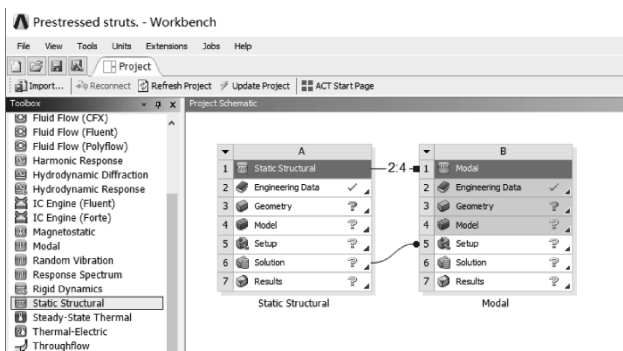

图 4-17 创建预应力模态分析
(1) 在工具箱【Toolbox】的【Analysis Systems】中双击或拖动结构静力分析【Static Structural】到项目分析流程图，然后右键单击结构静力的【Solution】单元，从弹出的菜单中选择【Transfer Data To New】→【Modal】，即创建模态分析，此时相关联的数据共享，如图 4-17 所示。